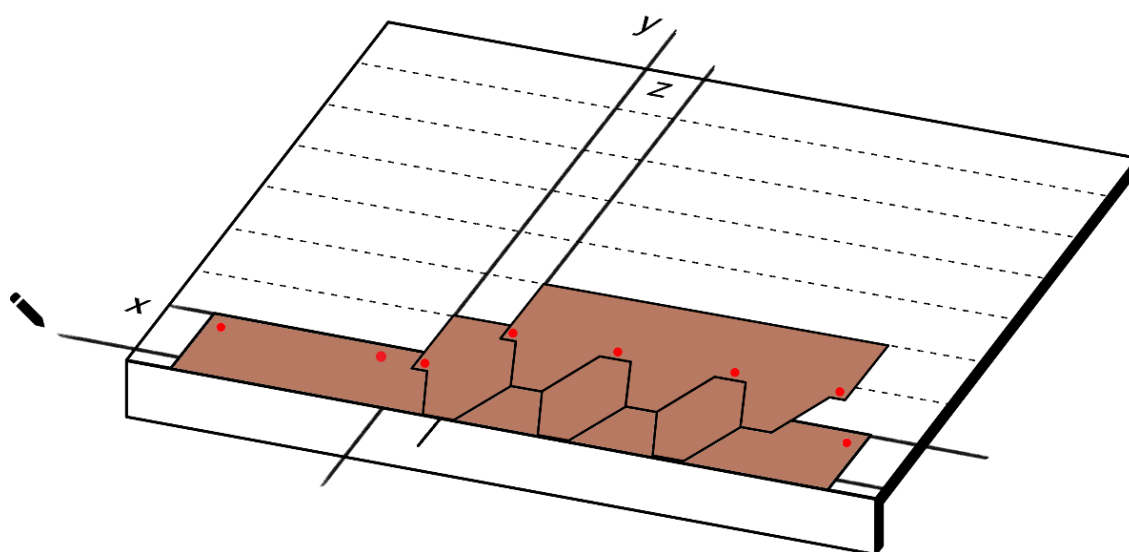
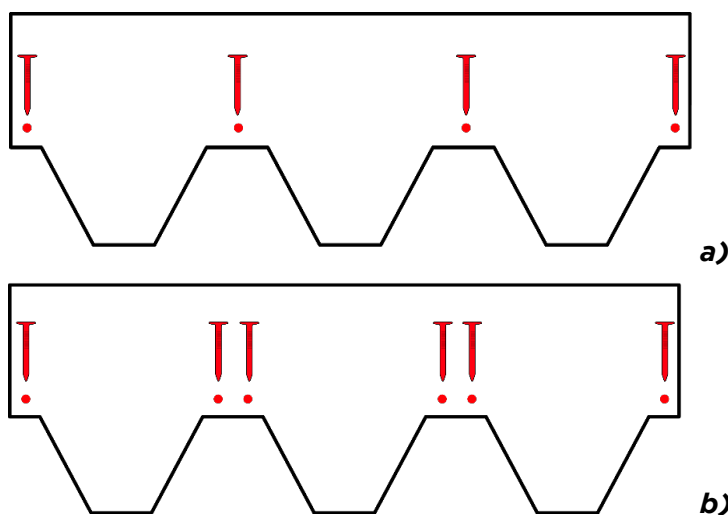

Fig. 7 - Posa delle tegole
Fig. 8 - Chiodatura tegole **a)** pendenze <60°; **b)** pendenze >60°
- Applicare in corrispondenza della linea di gronda, sopra alla membrana/sottotegola, un cordolo di adesivo bituminoso Bitustick - Fig. 7;
- Procedere con la posa della prima fila di tegole: allineare il bordo laterale della prima tegola sulla verticale **y** e il bordo superiore sull'orizzontale distante 14,3 cm da **x** - Fig. 7. Chiodare la tegola al sottofondo posizionando 4 chiodi per tegola, come da Fig. 8 a). Nel caso di pendenze di falda tra 60° - 85°, posizionare 2 chiodi aggiuntivi vicino al secondo e al terzo chiodo, per un totale di 6 chiodi per tegola, come da Fig. 8 b). Procedere con la posa di tutte le tegole della fila.
- Procedere con la posa della seconda fila di tegole partendo dalla retta verticale **z** e allineando il bordo superiore della tegola alla retta orizzontale distante 28,6 cm da **x** - Fig. 7.